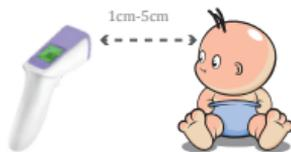

Figura 2: Medir la posición y la distancia
- El termómetro se alinea con el centro de la frente para medir la temperatura corporal (entre las cejas arriba) y mantener la distancia vertical, presionar el botón ON/scan, la temperatura se muestra inmediatamente, véase la figura 2.
|  Lo | Posición incorrecta del test. | Véase la figura 2. Medición de la posición y la distancia. |